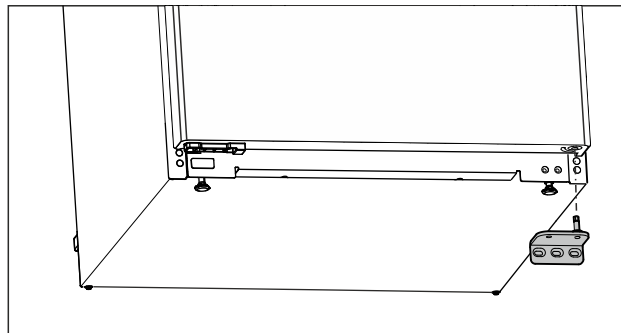

Fig. 16
- Odoberte ložiskovú konzolu smerom nadol. (pozri Fig. 16)